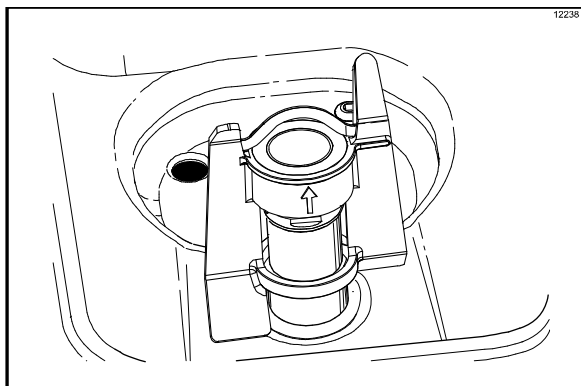

Figura 62
**Importante:** Encha o reservatório com mix até a indicação de nível na pá do agitador. (Veja a Figura 62.)